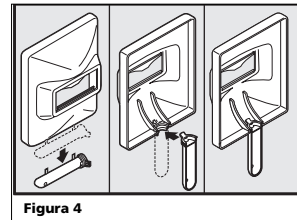

Figura 4
1. Corte el mango desmontable de la máscara (sólo WF2050 y WF2054 ; el modelo WF2057 incluye un casco completamente ensamblado.) Empáñele los bordes (Vea la Figura 4).